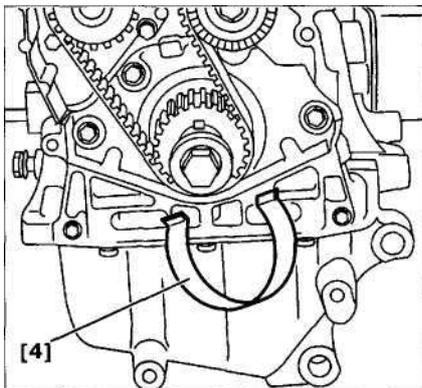

Рис. 6.14. Установите ремень ГРМ на шкив коленчатого вала и закрепите его на нем с помощью фиксатора [4].
17. Установите ремень ГРМ на шкив коленчатого вала и закрепите его на нем с помощью фиксатора [4] (рис. 6.14).